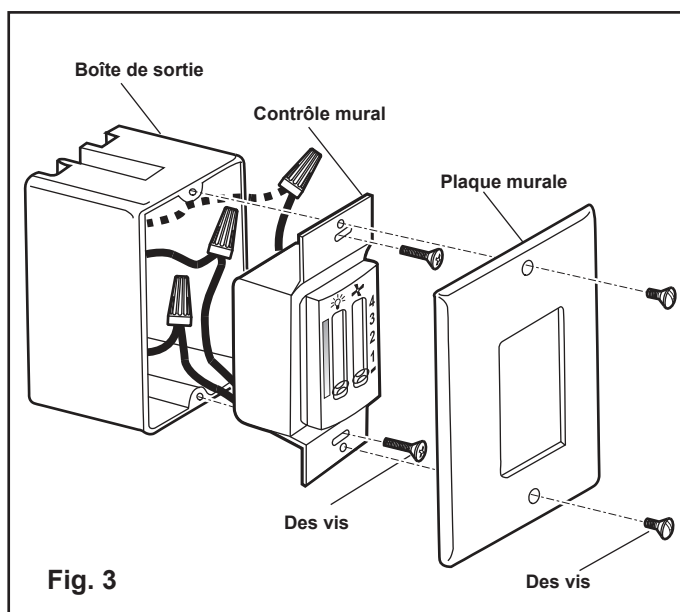

Fig. 3
3. Fixez la commande à la boîte de sortie (murale) et fixez-la avec 2 vis de boîte de sortie (Figure 3).
4. Fixez la plaque murale sur la commande murale et fixez-la avec les deux vis fournies (Figure 3).